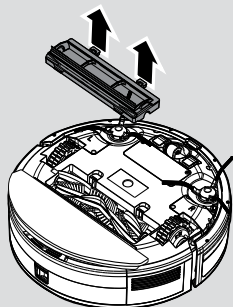

Fig. 17
2. Trykk på klemmene på bunnplaten og ta av agitatordekslet. [Fig. 17]